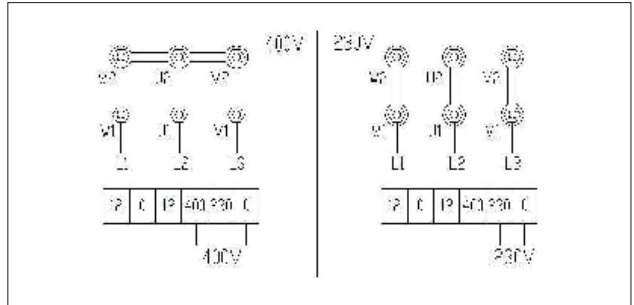

Рис. 7
- При трехфазном электропитании 230V следует отрегулировать соединительный провод управляющего трансформатора и электродвигателя (рис. 7).